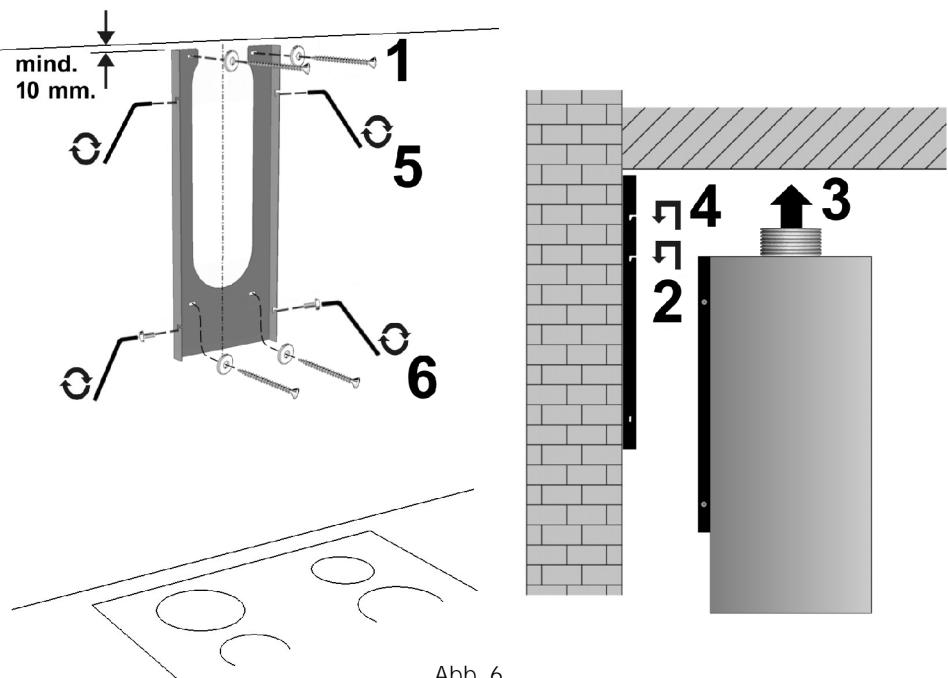

Abb. 6
4. Przykręcić do ściany mocującą ramę, ustawiając ją pionowo. Rys. 6.
7. Osadzić okap kuchenny na podstawie sciennej i przykręcić go. Dokładnie dokręcić śruby. Rys. 6.